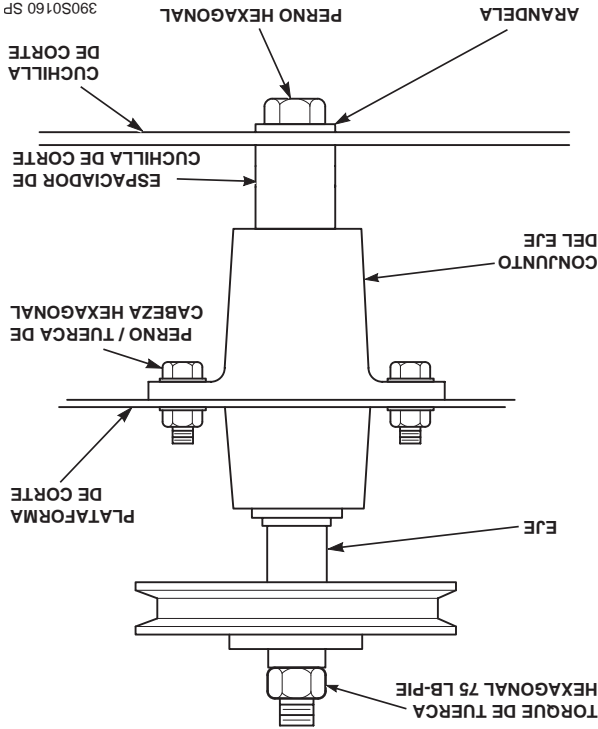

Figura 7-10 Reemplazo de la cuchilla
3. Asegure las cuchillas de corte para evitar que giren, (Use la herramienta opcional Blade Buddy, N/P 9212, para ayudarlo a asegurar las cuchillas de corte) y quite la tuerca del perno de fijación de la cuchilla. Quite la cuchilla de corte, el perno y el espaciador del eje. (Figura 7-10)
6. Instale la tuerca hexagonal en el perno de la cuchilla en la parte superior del eje de corte. Evite el giro de las cuchillas con un apriete de 75 pie/lbs. (Vea la Figura 7-10)